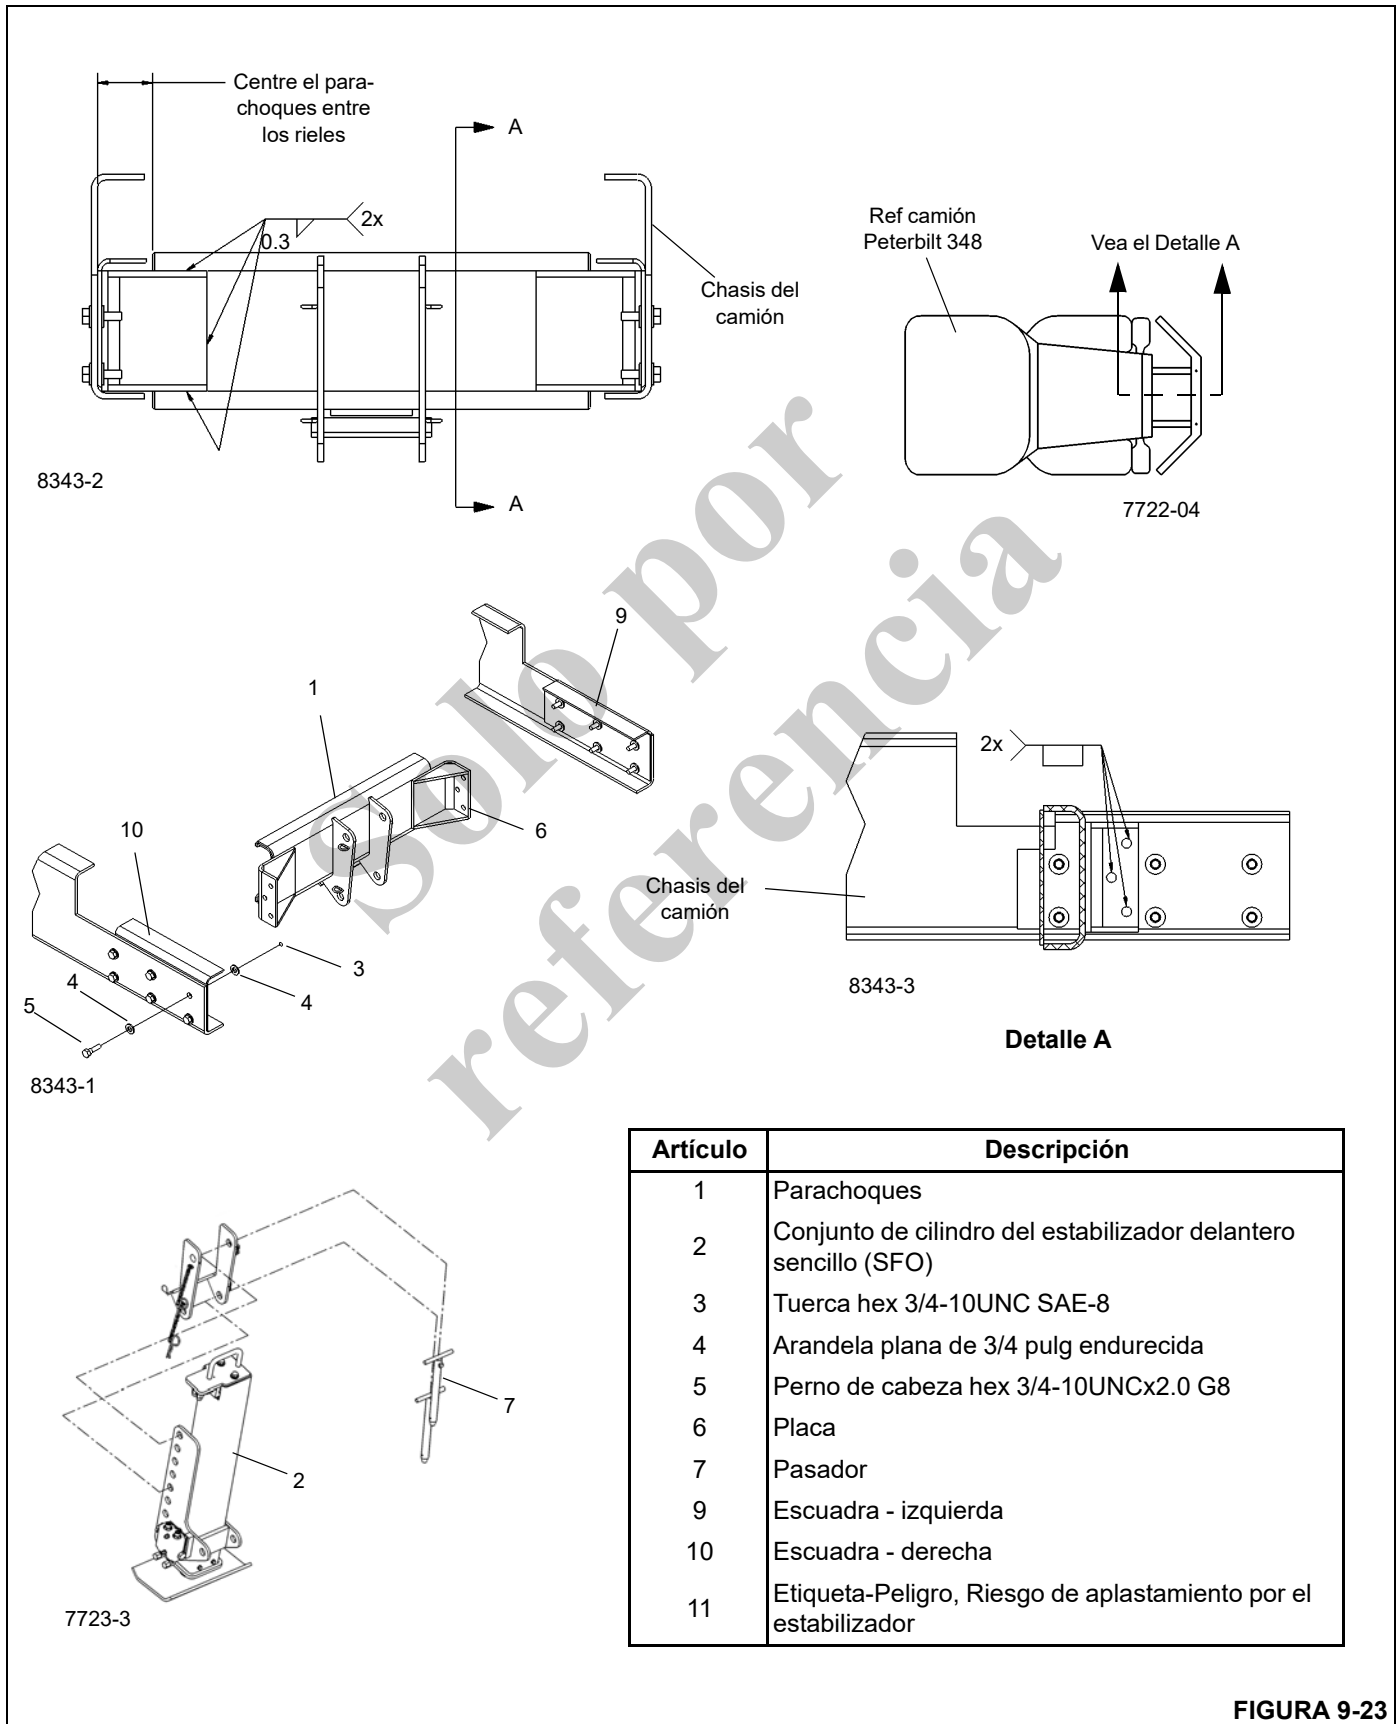

FIGURA 9-23
3. Fije las placas de montaje (6) a los rieles del chasis del camión.
4. Centre el parachoques (1) horizontalmente entre los rieles del chasis, después verticalmente para que haya un espacio libre sobre el suelo entre 355 a 482 mm (14 a 19 pulg) debajo del gato delantero. Suelde por puntos el parachoques a las placas de montaje.
5. Quite el conjunto de parachoques/placa de montaje del camión, después termine de soldar las placas de montaje (6) al parachoques (1) según los requisitos de soldadura en el dibujo de la Figura 9-23; todas las soldaduras deben ser de grado 90.
7. Fije el gato (2) al parachoques (1) usando los dos pasadores (7).
FIGURA 9-23 continuación